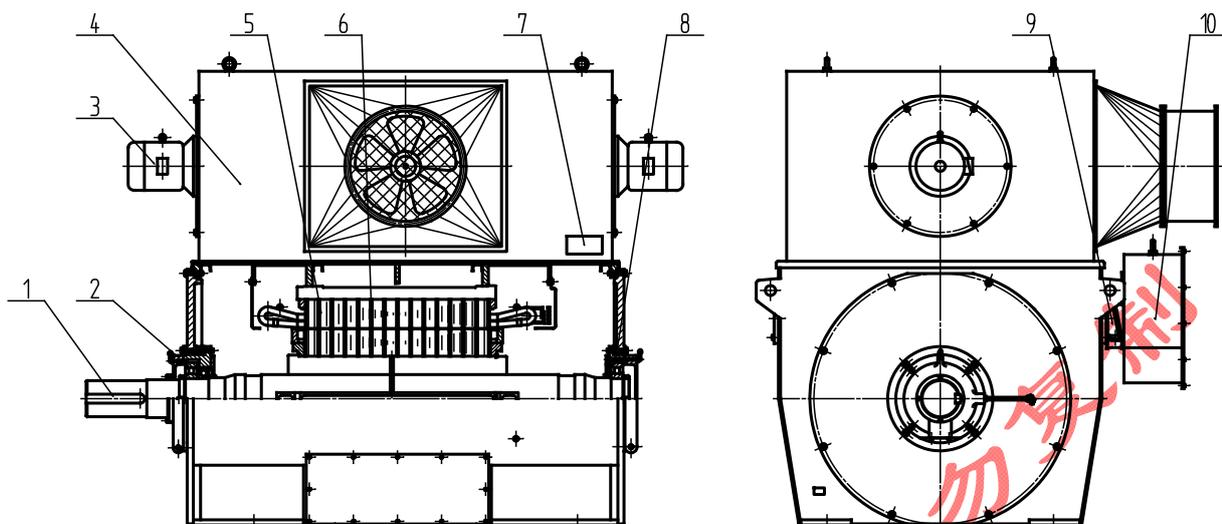

图 1-6 封闭式强迫通风冷却电动机结构示意图(主视图半剖)
1.4.3.5 封闭式强迫通风冷却电动机(图 1-6 为滚动轴承结构电机,滑动轴承结构与此类似), 安装方式: IMB3(IM1001), 冷却方式: IC616, 防护等级: IP44/54/55